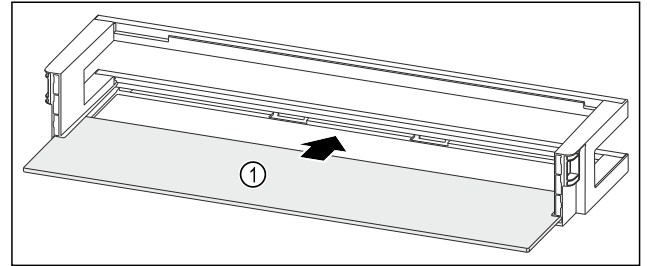

Fig. 83 Türabsteller mit Abstellfläche
- Abstellfläche Fig. 83 (1) in die seitlichen Einsparungen einschieben.